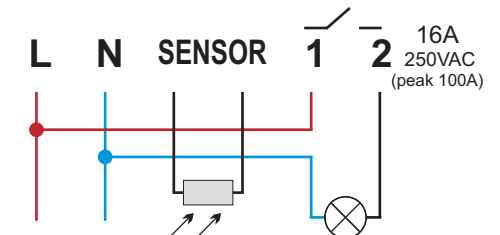
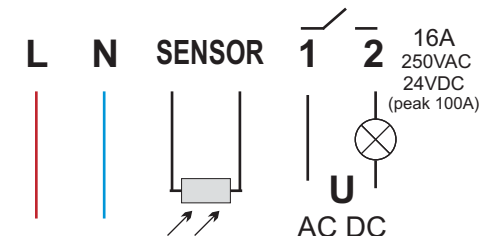

Abb. 3.: Anschlusspläne des DÄMMERUNGSSCHALTERS TS-51
Abb. 4: Anschlusspläne des DÄMMERUNGSSCHALTERS TS-51-4
3. Verbinden Sie die Zuleitungen gemäß dem Diagramm (Abb. 3 oder Abb. 4)
Schematische Darstellungen des Funktionsprinzips des DÄMMERUNGSSCHALTERS TS-51-4 sind in Abb. 4 dargestellt.